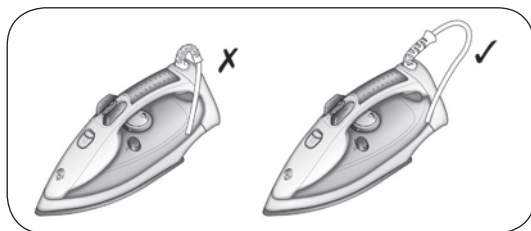

Fig. 7
- 5 Avvolgere il cavo di alimentazione intorno al ferro, senza stringerlo eccessivamente (Fig. 7).